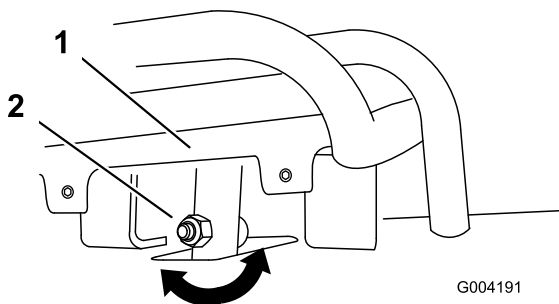
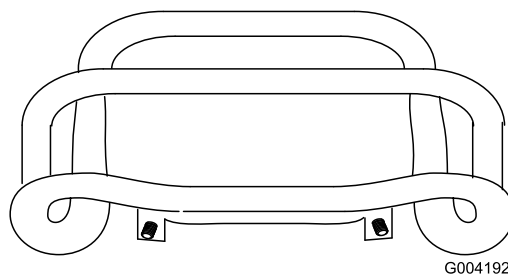

Figure 61
Figure 62
4. Si l'avant de la commande de déplacement n'est pas d'équerre et de niveau avec la barre de référence, desserrez l'écrou et le boulon à embase de la tige de la commande de déplacement (Figure 61).
5. Réglez la commande de déplacement de sorte qu'elle soit de niveau et en appui contre la barre de référence lorsque vous la tirez tout droit en arrière (Figure 61 et Figure 62).